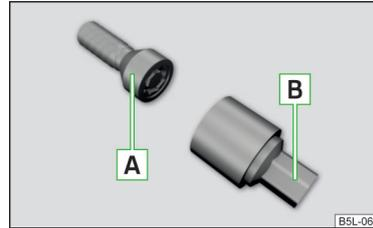

Abb. 136
Die Anti-Diebstahl-Radschrauben schützen die Räder vor einem Diebstahl. Diese können nur mithilfe des Adapters [B] » Abb. 136 gelöst bzw. festgezogen werden.
- › Den Adapter [B] » Abb. 136 mit der verzahnten Seite bis zum Anschlag in die innere Verzahnung im Kopf der Anti-Diebstahl-Radschraube [A] stecken.